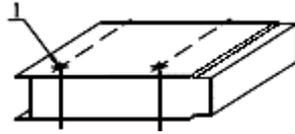

Рис.9
4. Если каркас сооружения выполнен из дерева или бетона, то необходима предварительная засверловка панели в местах крепления (рис.9, поз.1).